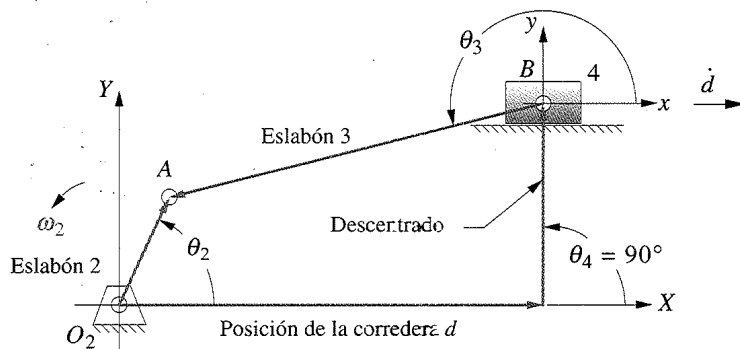

FIGURA P6-2 Configuración y terminología para los problemas 6-6, 6-7, 6-110 y 6-111*
- *6-6 En la figura P6-2 (p. 221) se muestra la configuración y terminología de un mecanismo de cuatro barras manivela-corredera descentrado. En la tabla P6-2 se redefinen las longitudes de los eslabones y los valores de θ_2 y ω_2 . Para la(s) fila(s) asignada(s), dibuje el mecanismo a escala y encuentre las velocidades de las juntas de pasador A y B y la velocidad de deslizamiento en la junta deslizante con un método gráfico.